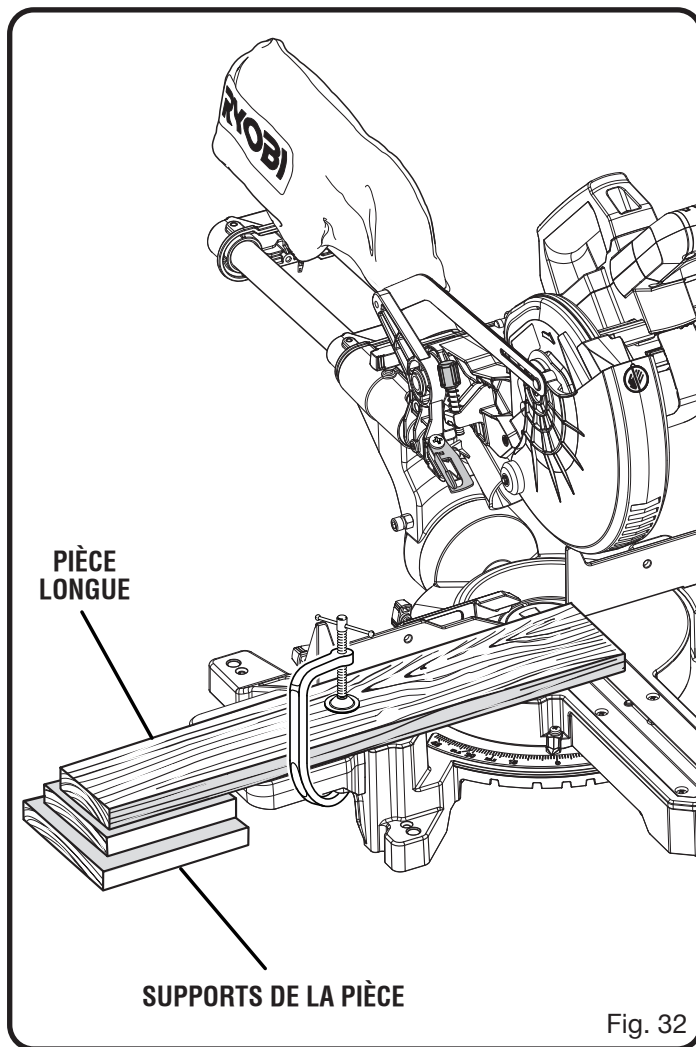

Fig. 32
- Lors de la coupe de planches ou de moulures longues, soutenir l'extrémité libre de la pièce avec un chevalet à rouleau ou un plan de travail se trouvant au même niveau que la scie. Voir la figure 32.
- Lors de la coupe de longues pièces ou moulures, retenez l'extrémité opposée de la pièce avec un support à rouleau ou une surface de travail de niveau avec la table de la scie. *Voir la figure 32.*
Voir la figure 32.